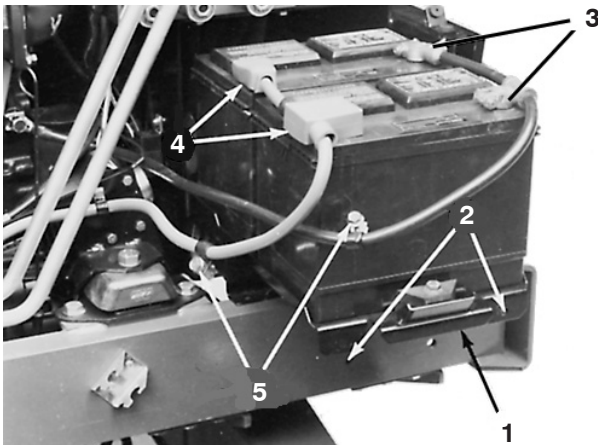

Bild 2
2. Nehmen Sie die Kopfschrauben ab, mit denen das Batteriefach befestigt ist, und schieben Sie das Fach heraus (Bild 2).
- Ziehen Sie das Minuskabel (–) von den Batterien ab (Bild 2). Schließen Sie ein 3 bis 4 Ampere Ladegerät an die Batteriepole an. Laden Sie die Batterie bei einer Rate von 3 bis 4 Ampere vier bis acht Stunden lang auf.